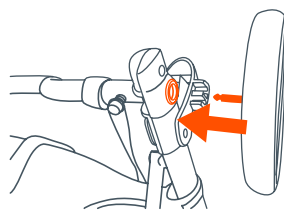

Fig. 5
- Insérez les tiges de roues arrière dans le moyeu du cadre arrière jusqu'à ce qu'elles se mettent en place avec un clic (Fig. 5).